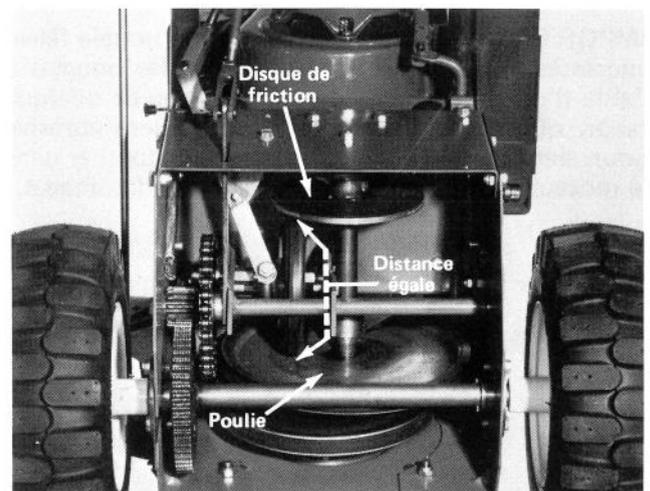

Figure 34
4. Mettez la commande des roues au point mort (N).
5. Le dessus et le dessous de la roue de caoutchouc devraient être à égale distance de la poulie et du disque de friction (Fig. 34). Si la distance est égale aux deux endroits, passez à l'étape 8. Si la distance n'est pas égale, passez à l'étape 6.